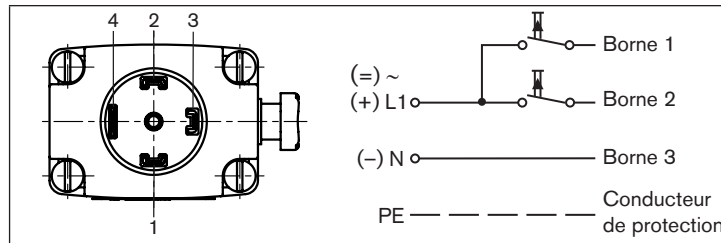

Fig. 4 : Raccordement électrique - Version à impulsion (CF 02)
- Raccorder comme indiqué sur « Fig. 4 ». L'impulsion sur la borne 1 ferme la vanne, l'impulsion sur la borne 2 ouvre la vanne.